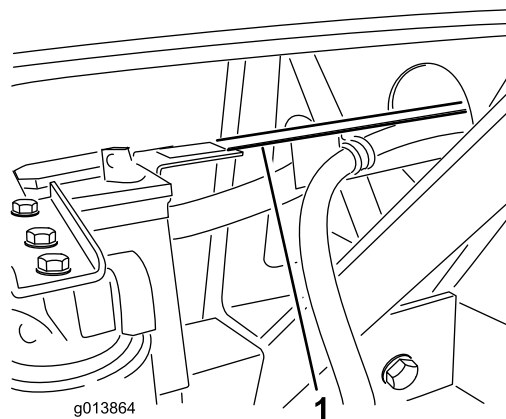

図 10
33. ホースガイドが、バッテリートレイの垂直の足から出ているタブの上に載るようにする (図 10)。もしホースガイドの中のホースがバッテリートレイのタブの穴に合わない場合には、ホースガイドの長さを調整してみる (ホースガイドを油圧タンクのブラケットに固定しているボルトをゆるめて、ホースガイドを前後に移動させる)。
34. ボルト (1/4 x 3/4 in)、フランジロックナット各2を使って、ホースガイドをバッテリートレイのタブに取り付ける (図 10)。